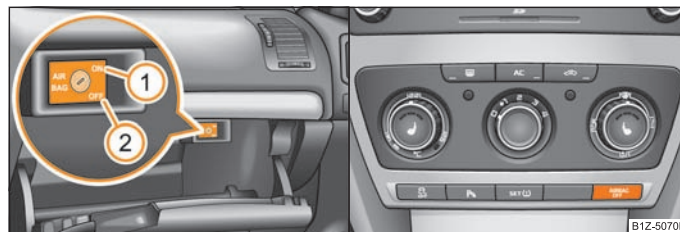

Fig. 140 Sertar: Comutator pentru airbagul frontal al pasagerului din dreapta / Lampa de control pentru dezactivarea airbagului pasagerului din dreapta
- dacă există airbaguri dezactivate, acest lucru va fi semnalizat de către lampa de control **AIRBAG OFF** din centrul tabloului de bord ⇒ fig. 140 - dreapta.
- Rotiți cu cheia fanta comutatorului airbag în poziția **2 (OFF)** ⇒ fig. 140. ▶
- Verificați, dacă la punerea contactului motor se aprinde lampa de control **AIRBAG OFF** din centrul bordului ⇒ fig. 140 - dreapta.
- Rotiți cu cheia fanta comutatorului airbag în poziția **1 (ON)** ⇒ fig. 140.
- Verificați, dacă la punerea contactului motor nu se aprinde lampa de control airbag **AIRBAG OFF** din centrul bordului ⇒ fig. 140 - dreapta.
Lampa de control airbag se găsește în centrul bordului ⇒ fig. 140 - dreapta.